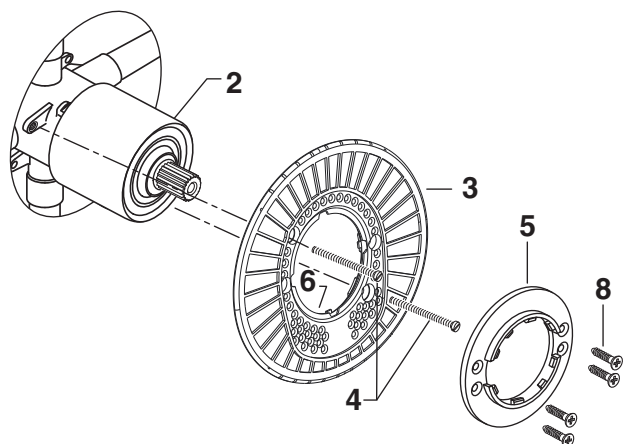

Figura 2.
- **Figura 2.** Empuje el PROTECTOR DEL CHAPETÓN (3) en la TAPA (1) y fije el cuerpo de la válvula usando los TORNILLOS LARGOS (4). Monte el SOPORTE DEL CHAPETÓN (5) en el PROTECTOR DEL CHAPETÓN (3) usando 4 TORNILLOS CORTOS (8).
- **Figura 2.** Empuje el PROTECTOR DEL CHAPETÓN (3) en la TAPA (1) y fije el cuerpo de la válvula usando los TORNILLOS LARGOS (4).